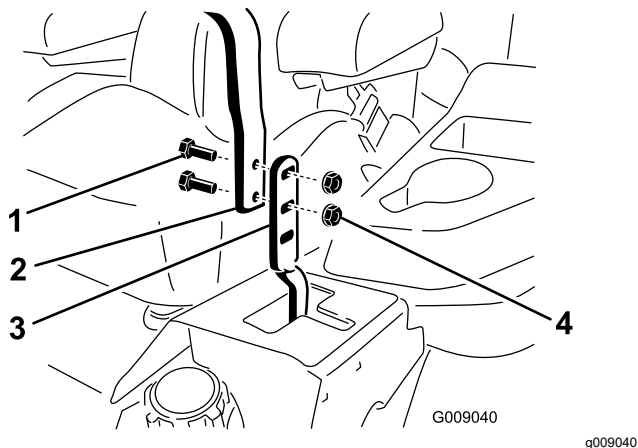

Figure 95
3. Desserrez les boulons et les écrous à embase situés dans les leviers (Figure 95).